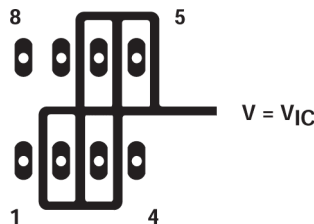
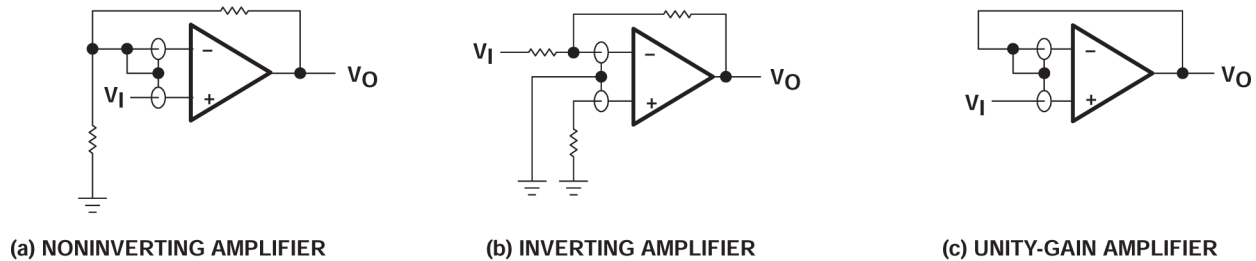

図 6-4. デバイス入力周辺絶縁金属 (P パッケージ)
図 7-5. ガードリング方式
1. 他の潜在的なリーク源からデバイスを絶縁します。デバイス入力周囲および間には、接地されたシールドを使用します(図 6-4 を参照)。入力に流れる可能性のあるリーク電流はシャントされます。
入力インピーダンスが非常に高く、バイアス電流要件も低いため、TLC27Lx は低レベルの信号処理用に最適です。ただし、プリント基板とソケットでのリーク電流がバイアス電流要件を容易に上回ることがあり、デバイス性能の低下を招く可能性があります。ベストプラクティスとして、入力の周囲にガードリングを配置します(「パラメータ測定情報」セクションの 図 6-4 のものと同様)。これらの保護は、同相入力と同じ電圧レベルで低インピーダンスのソースから駆動します(図 7-5 を参照)。